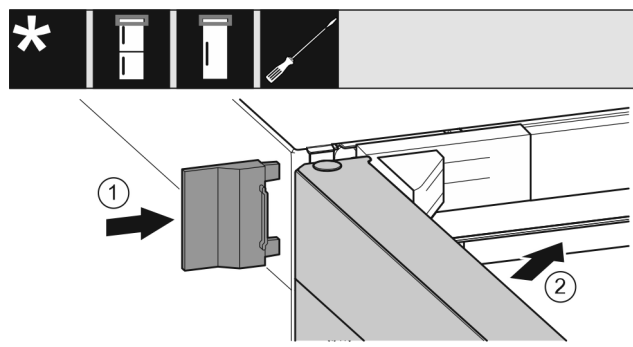

Fig. 25
- ▶ Äußere Abdeckung Fig. 25 (1) aufschieben.
- ▶ Obere Tür Fig. 25 (2) schließen.